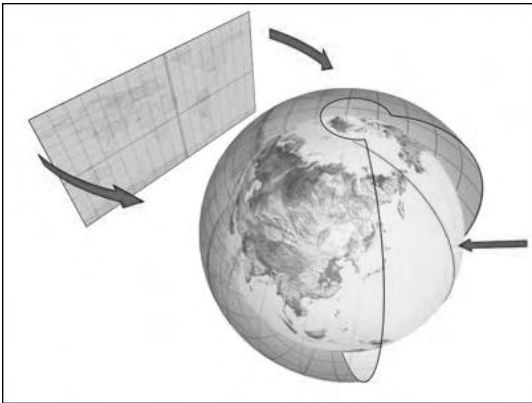

Fig.9.54
- **Mappage sphérique** (Spherical Mapping) : courbe l'image horizontalement et verticalement. Le bord supérieur de la texture est compressé au niveau d'un point du « pôle nord » de la sphère et le bord inférieur au niveau d'un point du « pôle sud » (fig.9.54).